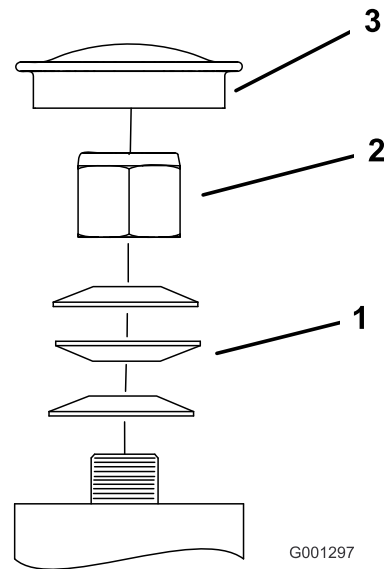

Figura 53
3. Retire el tapón guardapolvo de la rueda giratoria y apriete la contratuerca (Figura 53).
4. Apriete la contratuerca hasta que las arandelas de muelle estén planas, luego afloje la contratuerca $\frac{1}{4}$ de vuelta para establecer la pre-carga correcta de los cojinetes (Figura 53).
Importante: Asegúrese de que las arandelas de muelle están correctamente instaladas, según se muestra en la Figura 53.
5. Coloque el tapón guardapolvo (Figura 53).